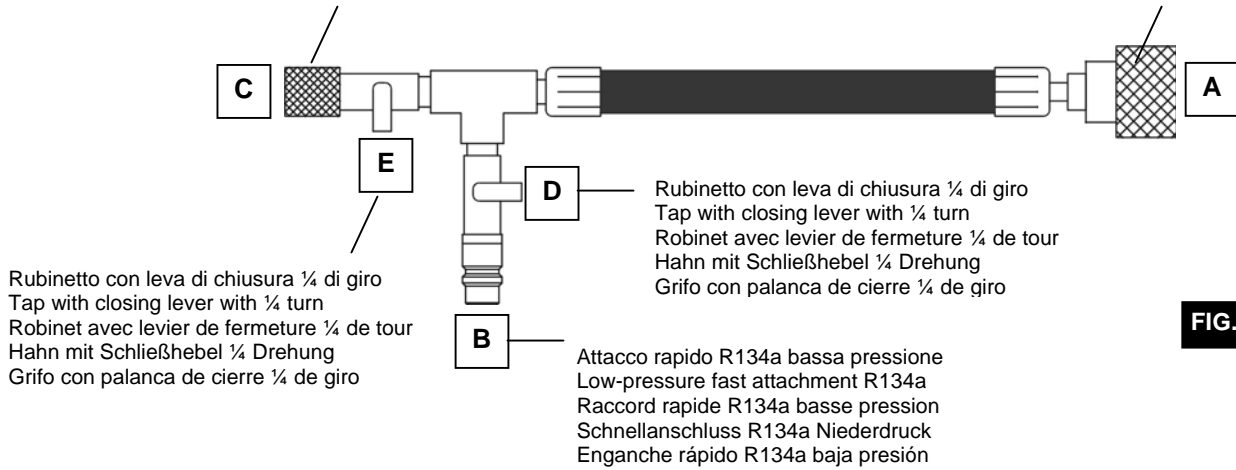
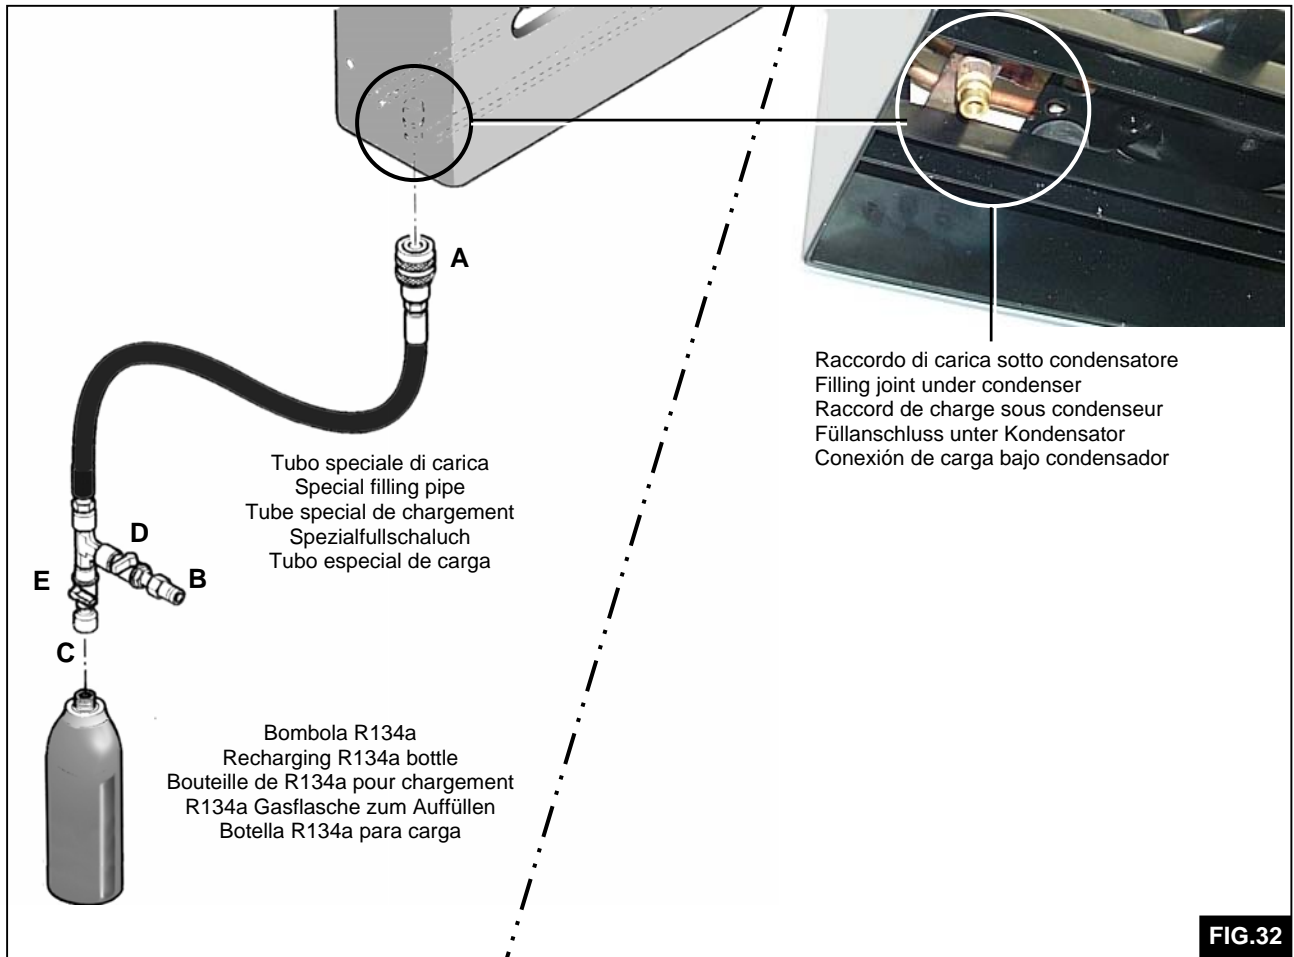

FIG.31
FIG.32
- 1) Collegare il raccordo **rif.A** del **tubo speciale** fornibile a richiesta (**VEDI FIG.31**), al raccordo di carica presente sul blocco **condensatore (VEDI FIG.32)**
- 1) Connect the joint **ref.A** of the special pipe available to order (SEE FIG.31) to the filling joint on the condenser block (SEE FIG.32)
- 1) Raccorder le raccord **réf. A** du tube spécial fourni sur demande (VOIR FIG.31), au raccord de charge présent sur le bloc condenseur (VOIR FIG.32)
- 1) Das Anschlussstück **bez.A** des auf Wunsch lieferbaren Spezialschlauchs (SIEHE ABB. 31) an den Füllanschluss am Kondensatorblock anschließen (SIEHE ABB. 32).
- 1) Conectar la conexión **ref.A** del tubo especial que se proporciona bajo petición (VÉASE FIG.31), a la conexión de carga presente en el bloque **condensador** (VÉASE FIG.32)